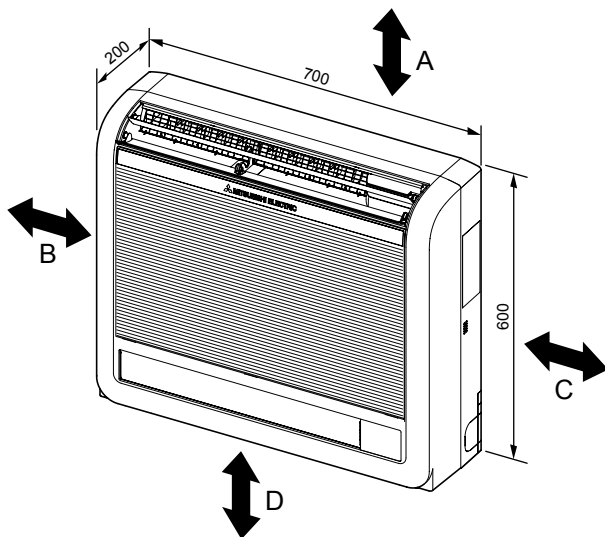

Fig. 2-1
①	Σωλήνας αποχέτευσης	1
②	Κάλυμμα σωλήνα	1
③	Ταινία στήριξης	2
④	Βάση ανάρτησης εσωτερικής μονάδας	1
⑤	Βίδα στήριξης για το ④ 4 × 25 mm	5
⑥	Ξυλόβιδα για τη στερέωση της εσωτερικής μονάδας	4
⑦	Ροδέλα του ⑥	4
⑧	Ταινία πιλήματος (Χρησιμοποιείται για αριστερή ή πίσω-αριστερή σωληνώση)	1
⑨	Καλώδιο ελεγκτή εξ αποστάσεως MA	1
2.1. Εξωτερικές διαστάσεις (Εσωτερική μονάδα) (Fig. 2-1)